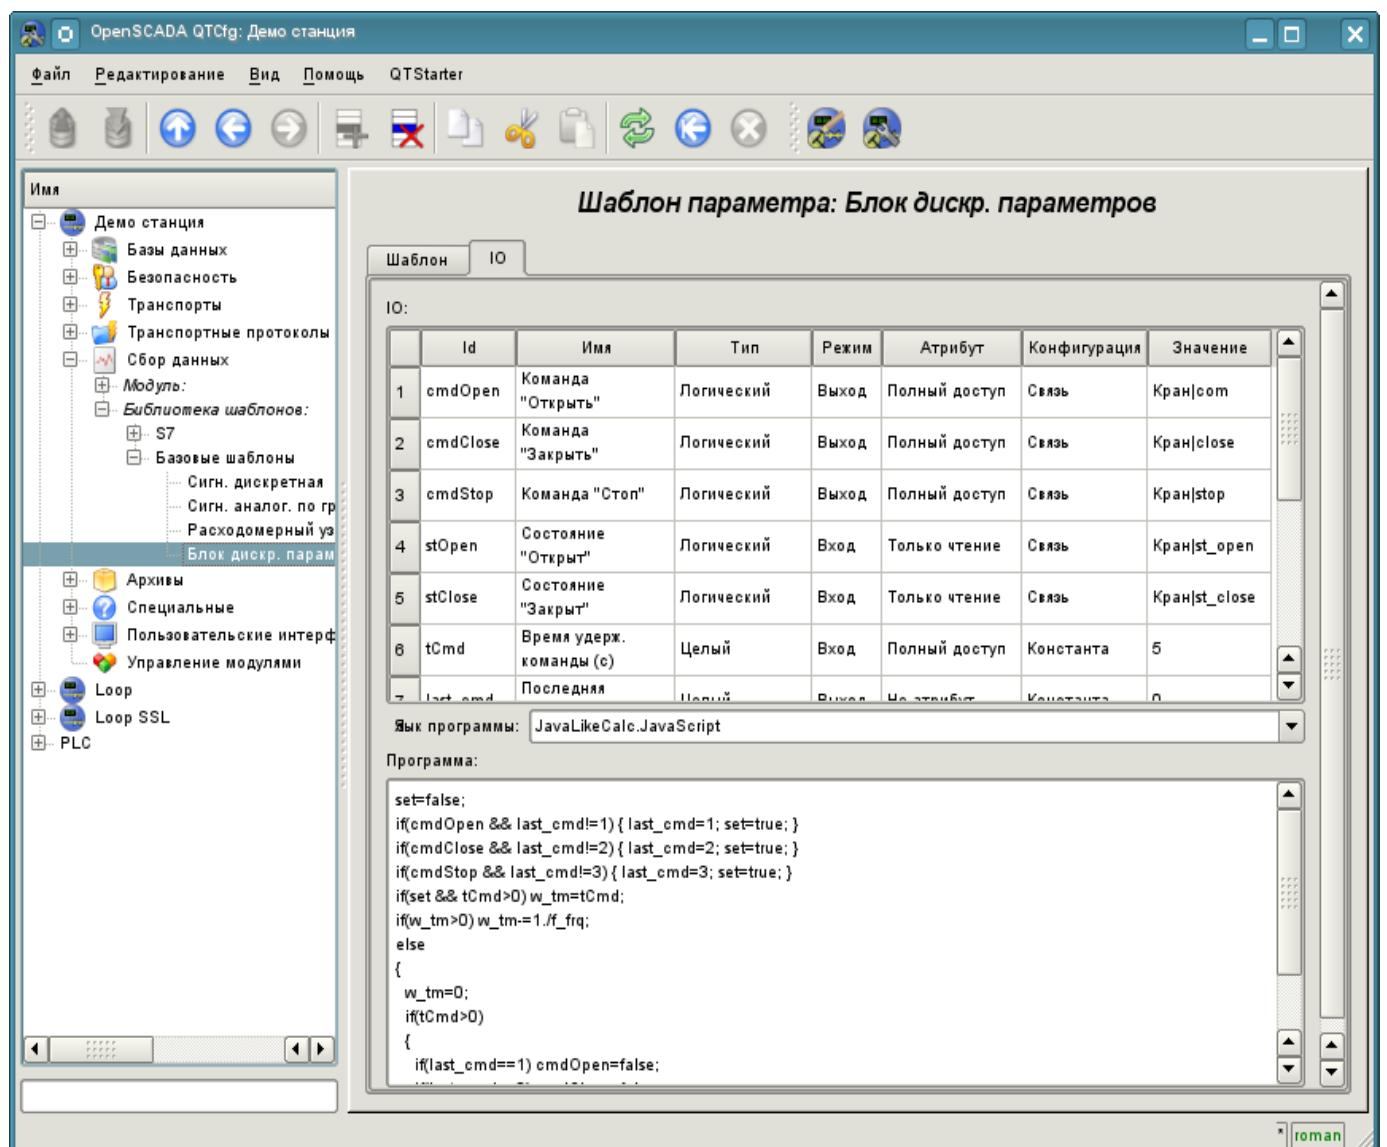

Рис. 4.5g. Вкладка конфигурации атрибутов и программы шаблона подсистемы "Сбор данных".
Вкладка "IO" (рис.4.5g) содержит конфигурацию атрибутов (IO) шаблонов и программу шаблона на одном из языков пользовательского программирования OpenSCADA, например, DAQ.JaLikeCalc.JavaScript. В таблицу атрибутов шаблона пользователь может, посредством контекстного меню, добавить, вставить, удалить, передвинуть вверх или вниз запись атрибута, а также отредактировать поля атрибута: